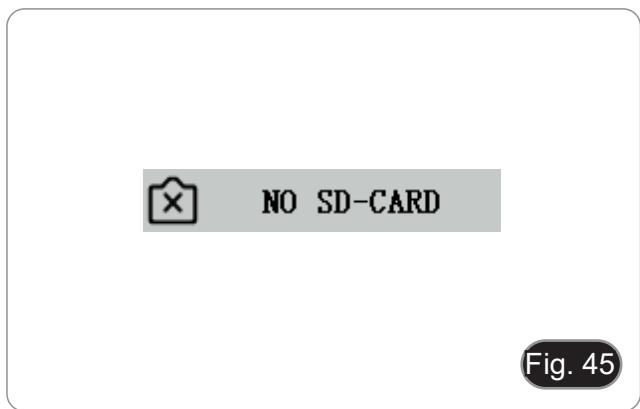

Fig. 45
1. Wenn Sie die Schnappschuss-Taste drücken, Videos aufnehmen, Fotos zu einem bestimmten Zeitpunkt machen oder das SD-Karten-Verwaltungsmenü aufrufen, wird "NO SD-CARD" angezeigt (Fig. 45). Legen Sie eine SD-Karte mit dem Dateisystem FAT32 in den SD-Kartenschlitz auf der rechten Seite der Kamera ein und führen Sie dann die entsprechenden Schritte aus.